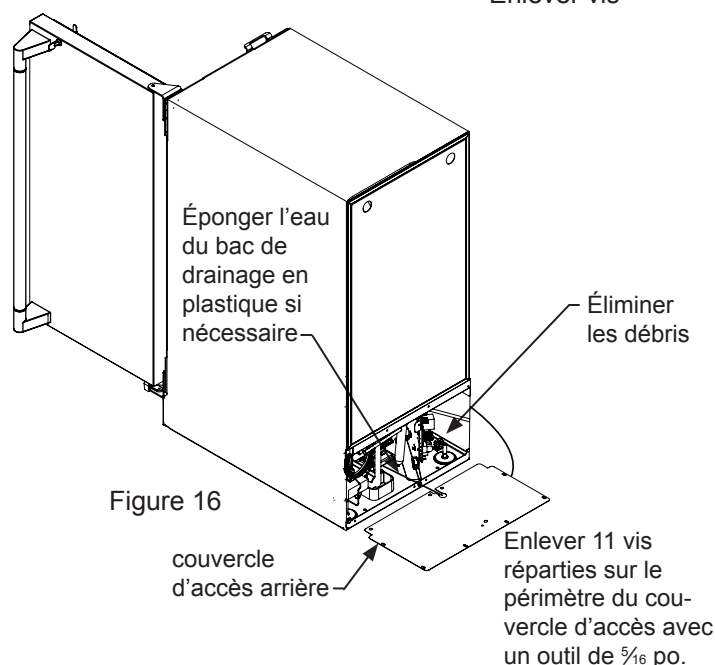

Figure 16
10. Enlevez le couvercle d'accès arrière (voir la Figure 16), et utilisez une brosse et un aspirateur pour éliminer la saleté et les débris du compartiment de la machine.